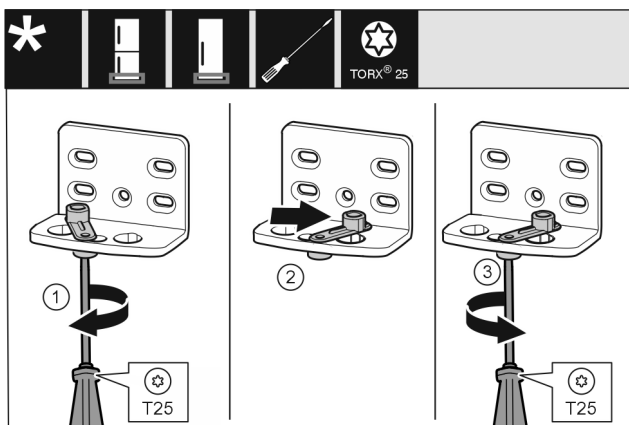

Fig. 13
- ▶ С отвертка завийте хлабаво винта Fig. 13 (1).
- ▶ Повдигнете помощното приспособление за затваряне Fig. 13 (2) на вратата и го завийте в отвора с 90° надясно.
- ▶ С отвертка затегнете винта Fig. 13 (3).